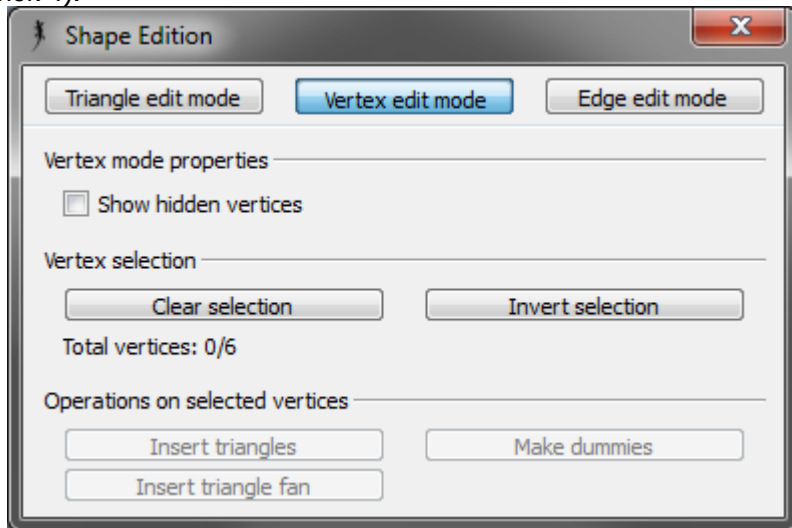

Рисунок 4 – Окно редактора фигур
5. Запускаем режим редактирования «**Vertex edit mode**» (рисунок 4).